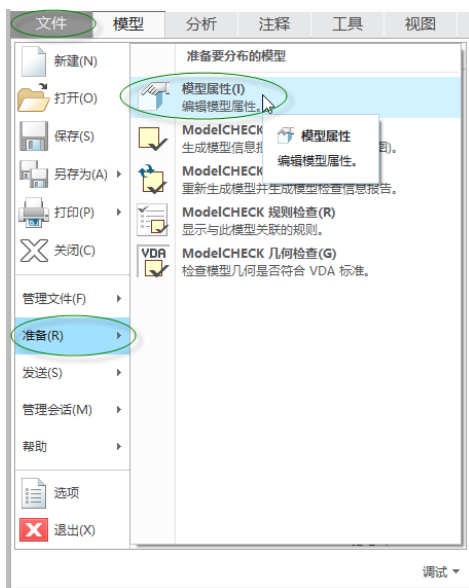

图 3-65 执行定义模型属性的命令
- (1) 单击“文件”按钮，接着选择“准备”→“模型属性”命令，如图 3-65 所示，系